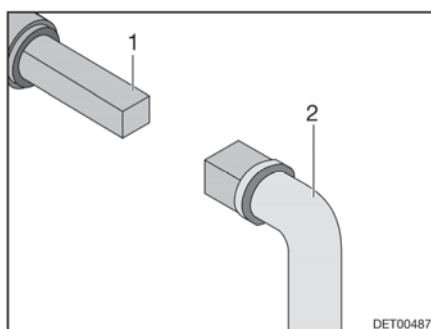

Bild 97 Handhavande avloppsventil
- Sätt nyckeln (Bild 97,2) mot fyrkanten (Bild 97,1).